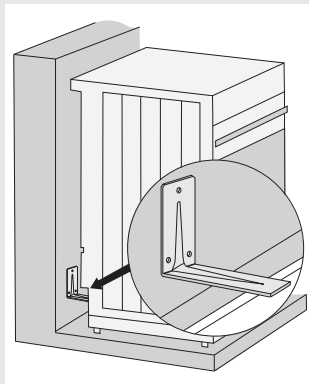

рис. 1
- Приложите кронштейн короткой стороной к отметке на стене. Длинной стороной кронштейн должен опираться на верхнюю часть профиля на задней стенке прибора (рис. 1).